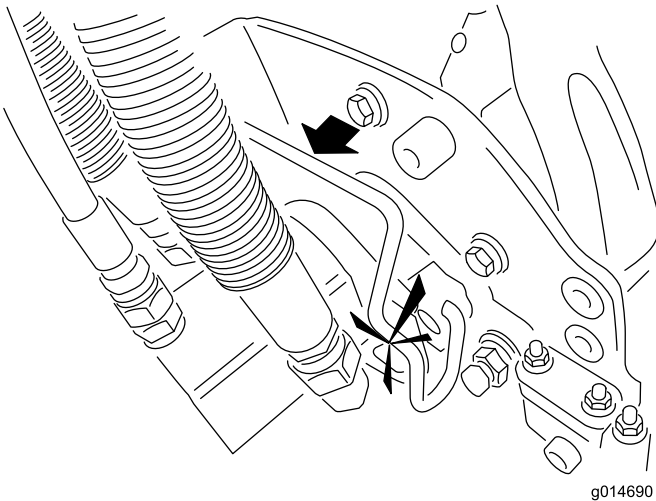

Figure 14
7. Enduisez de graisse propre l'arbre cannelé du moteur de plateau de coupe (Figure 14).
8. Insérez le moteur dans le côté gauche du plateau de coupe (vu de la position de l'utilisateur) et tirez la barre de retenue du moteur située sur le plateau de coupe vers le moteur jusqu'à ce qu'un déclic soit entendu des deux côtés du moteur (Figure 14).